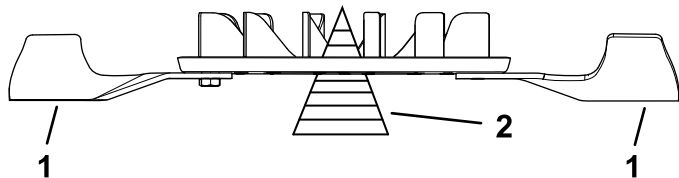

Рисунок 109
2. Проверьте балансировку ножа в сборе с помощью балансировочного устройства для ножей (Рисунок 109).